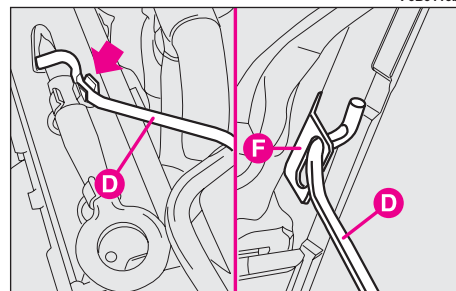

fig. 162
– levante el capó y, al mismo tiempo, suelte la varilla de sujeción **D**-fig. 162 del dispositivo de bloqueo **E**;
– ponga el extremo de la varilla **D** en el ojal de sujeción **F**-fig. 162 del capó.